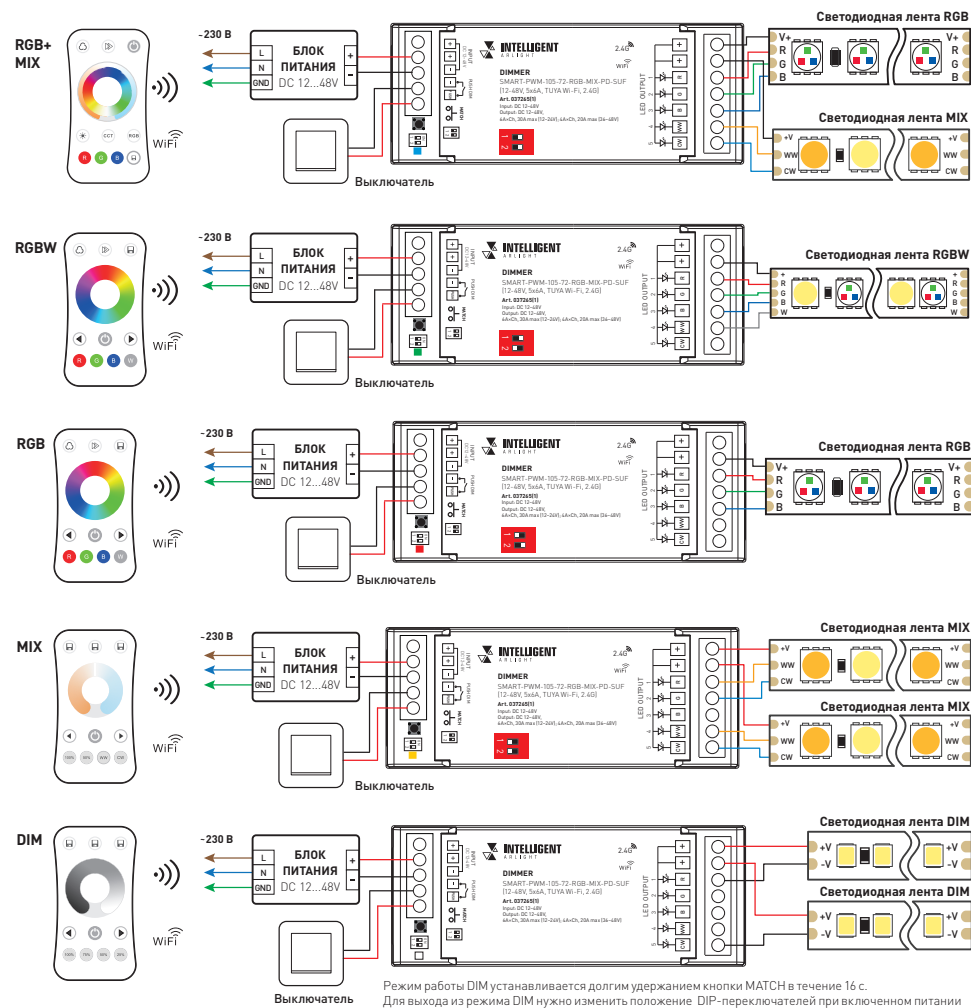

Рис. 1. Схемы подключения диммера SMART-PWM-105-72-RGB-MIX-PD-SUF
- 3.2. Подключите диммер согласно схеме на рис. 1.